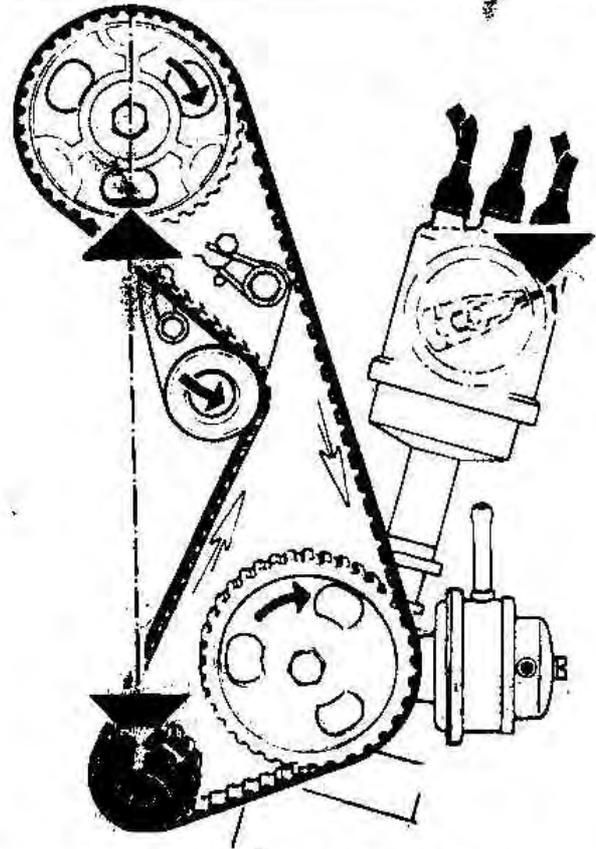

Рис.1Б.17. Регулировка зубчатого ремня (Разд.59)
1. Убедитесь в том, что коленчатый вал установлен на в.м.т. первого поршня, о чем свидетельствует верхнее положение паза шпонки. Стрелка на звездочке распределительного вала должна совпадать с маркировкой в виде точки на опоре переднего подшипника (см.фото). Если распределитель установлен, его бегунок должен указывать на контактный сегмент свечи №1 — см. Рис.1Б.20.